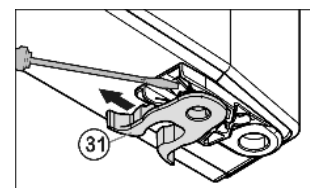

Fig. 11
- Pružinovou svorku Fig. 11 (31) přesadit: Stisknout zarážku pro uchycení, přesto stáhněte pružinovou svorku.